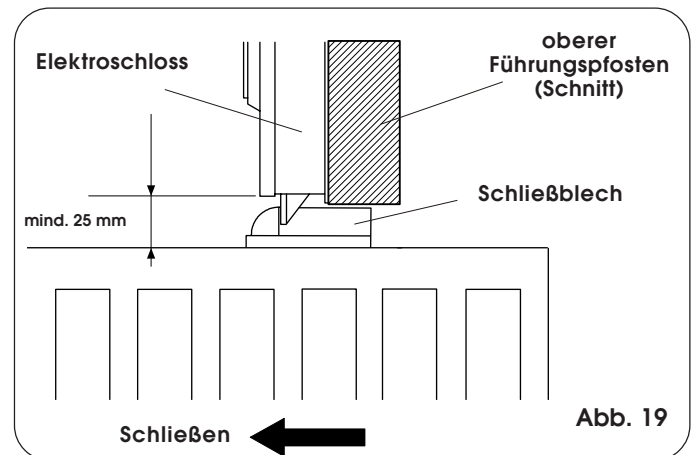

Abb. 19
- Sicherstellen, dass der Freiraum zwischen der Unterkante des Führungspostens und der Oberkante des Tors ausreichend für die Befestigung des Schließblechs ist und den reibungslosen Betrieb des Riegels ermöglicht (siehe Abb. 19).